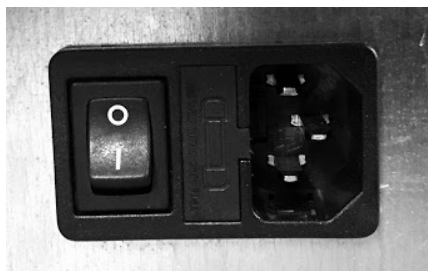

Fig. 40 - Toma de corriente con interruptor general
- Conectar el cable de alimentación primero en la parte posterior de la estufa (véase **Fig. 40**) y después en una toma de corriente en la pared.
- El interruptor general O/I (véase **Fig. 40**) tiene que ser activado sólo para encender la estufa, en caso contrario es aconsejable dejarlo apagado.